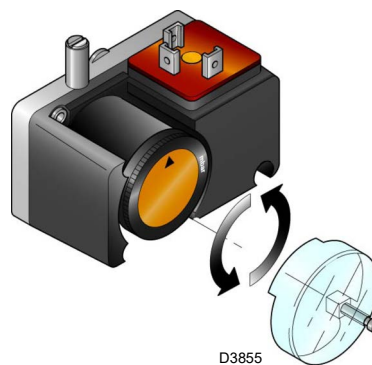

Fig. 29
- Régler le pressostat gaz minimum (Fig. 29 à la page 32) en début d'échelle.
Effectuer le réglage du pressostat gaz seuil minimum (Fig. 29) après avoir réglé le brûleur, les vannes de gaz et le stabilisateur de rampe.